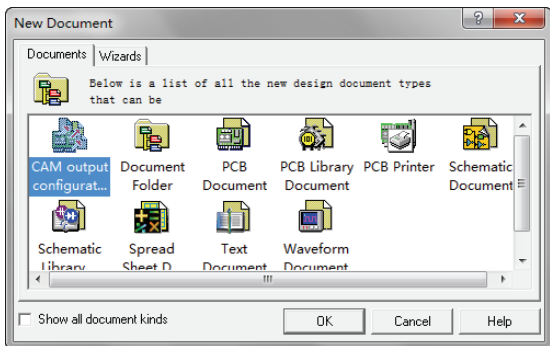

图 6-103 “New Document” 对话框
- 2) 执行该命令后，系统将弹出如图 6-103 所示的“New Document”对话框，选择“CAM Output Configure”图标，即生成辅助制造输出文件，然后单击“OK”按钮。